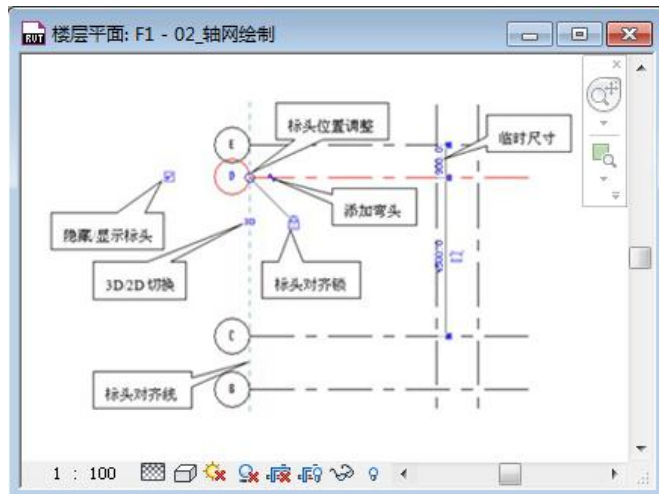

图 1-20
- 8) 轴网绘制完成后需要根据出图需要对轴网进行编辑。选择任意一根轴线，会显示临时尺寸、一些控制符号和复选框（如图 1-20 所示），可以编辑其尺寸值、单击并拖拽控制符号可整体或单独调整标高标头位置、控制标头隐藏或显示、标头偏移等操作。